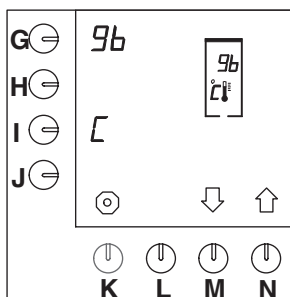

Fig. 40 Temperatuur instellen
- Druk, na het invoeren van de chef-pincode, 3 maal op selectietoets (N.)↑ tot fig. 40 in display verschijnt.